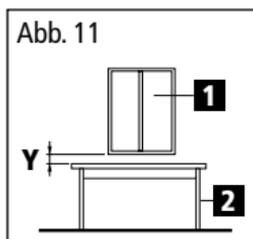

Abb. 11
1. Lösen Sie Knopf „W“ und drehen die Kamera vertikal, so dass die beiden Objekte „1“ und „2“ zuerst im Bild nach oben und danach nach unten gebracht werden. Stellen Sie so fest, ob die Höhendifferenz „Y“ zwischen den beiden Objekten von einem Foto zum anderen verschieden ist. Je konstanter der Abstand ist, desto besser ist der Nodalpunkt eingestellt (siehe Abb. 11 und 12).